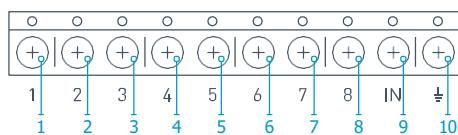

РИС. 17. Основные выходы и вход IN приемника
6.2. При помощи обычных проводов выходы приемника (РИС. 17, 18) соединяются с входами централи сигнализации. Таким образом выходы приемника становятся аналогом обычных проводных датчиков для входов централи. При сработке беспроводного датчика, он отправляет сигнал на приемник ocBridge, который обрабатывает его и размыкает (по умолчанию, также выход может быть настроен на замыкание) соответствующий датчику проводной выход. Централь сигнализации воспринимает размыкание выхода как размыкание шлейфа датчика и выдает тревогу. Если указано, что зона централи должна иметь сопротивление между выходом приемника и зоной централи, следует последовательно включить резистор с номиналом, соответствующим инструкции к централи. При подключении проводов соблюдайте полярность!
6.3. Выходы с номерами 1–8 (РИС. 17) соответствуют 8 условным основным охранным зонам.